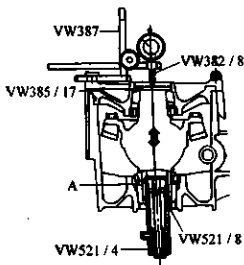

图 3-129 安装专用工具 VW521/8
8) 将专用工具 VW521/8 装在与从动锥齿轮相对的一侧, 如图 3-129 所示。其中, A 为  $1.20\text{mm}$  厚度的调整垫片。